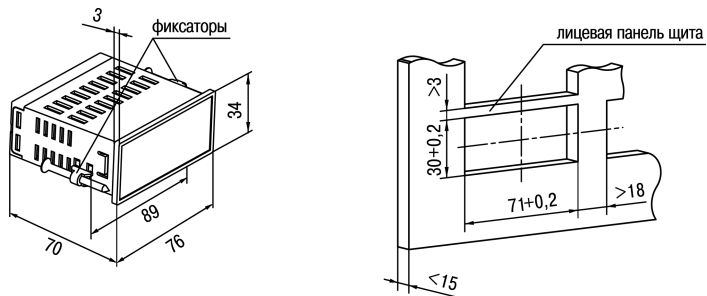

Рисунок 4.2 – Габаритные размеры корпуса ЩЗ
1. Подготовить на щите управления место для установки прибора (см. рисунок 4.2).